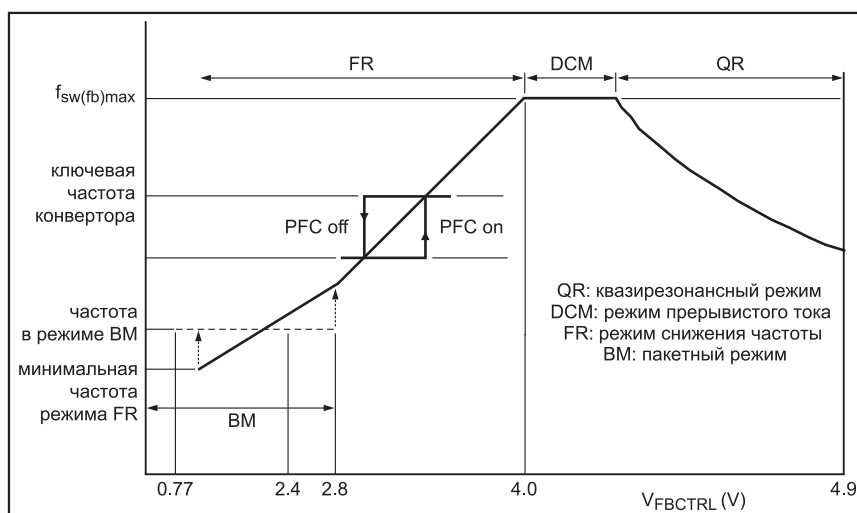

Рис. 4. Диаграмма режимов работы конвертора
При первоначальном запуске обратноходовый конвертер начинает работу с максимальной выходной мощностью, система запускается в квазирезонансном режиме QR. Затем, в процессе изменения мощности от максимальной до минимальной, схема проходит через четыре режима работы: QR, DCM, FR и пакетный режим (BM) (см. диаграмму на рис. 4).